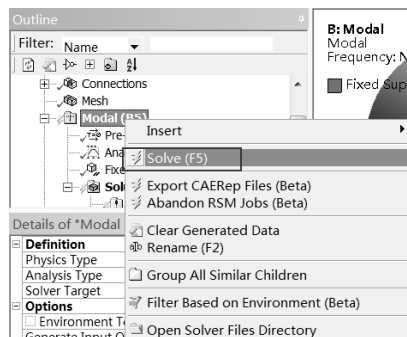

图 9-73 执行模态计算
Step4: 如图 9-73 所示, 在 Outline (分析树) 中的 Modal (B5) 选项上右击, 在弹出的快捷菜单中选择  Solve 命令。